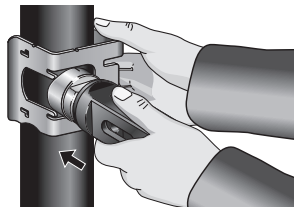

Figure 10 – Insertion du raccord dans le guide de positionnement
6. Introduisez le raccord à travers le guide et dans le tuyau. La courbature du raccord devrait s'aligner sur celle du tuyau pour permettre au raccord de s'asseoir sur le tuyau sans joints apparents. La tête d'évasement devrait alors se trouver perpendiculaire au tuyau (Figure 10).